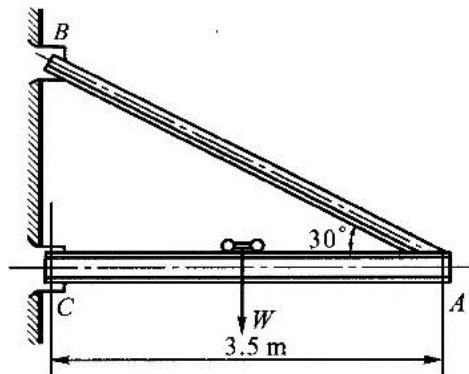

图 1
1. 图 1 所示结构中，杆 AB 发生①变形，杆 AC 发生②变形。